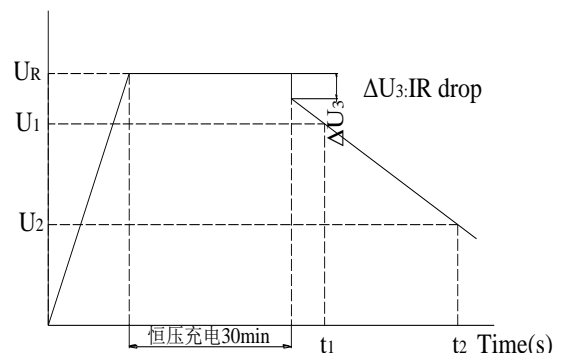

图 2 充放电曲线图
(1) 将转换开关 S 切换到恒流/恒压源，以 3 mA 的电流给待测电容器恒流充电；
(2) 在待测电容器的电压达到额定电压 U_R 后恒压充电 30min；
(3) 在恒压充电 30min 后，将转换开关 S 切换到恒流放电装置以 3 mA 的电流恒流放电；测量电容器两端电压从放电开始到 U_1 (4.4 V) 和 U_2 (2.2 V) 的时间 t_1 和 t_2 ，如图 2 所示，根据下式计算电容器的容量：